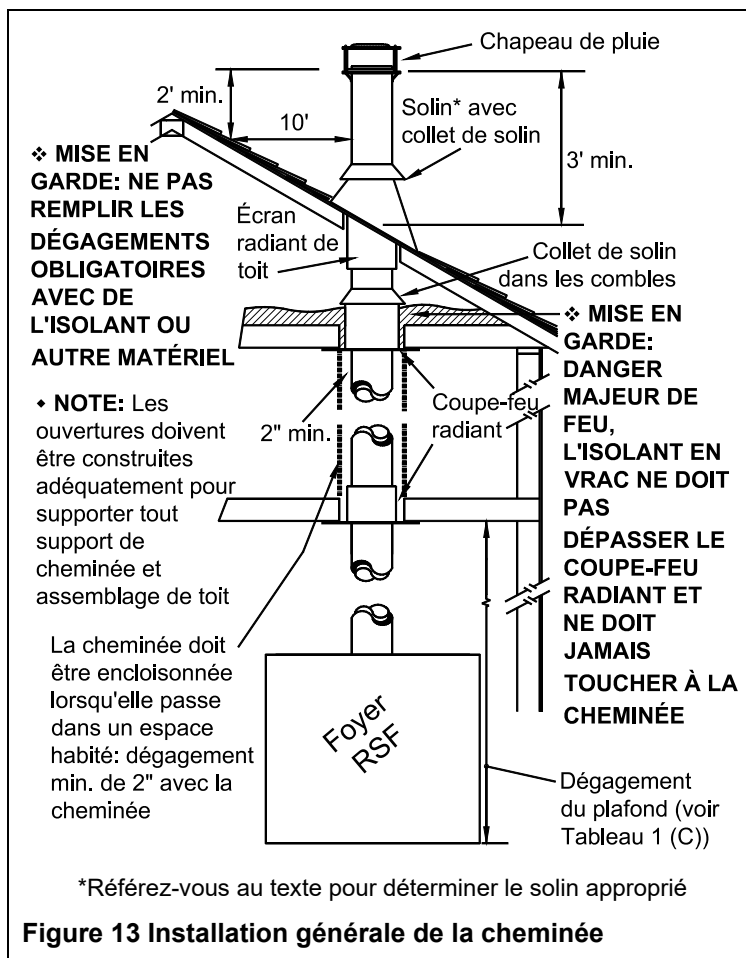

Figure 13 Installation générale de la cheminée
2. Installez, en dessous de chaque plancher/plafond traversé par la cheminée, un coupe-feu radiant. Au niveau des combles, installez un coupe-feu radiant et un collet de solin tel qu'illustré à la Figure 13.